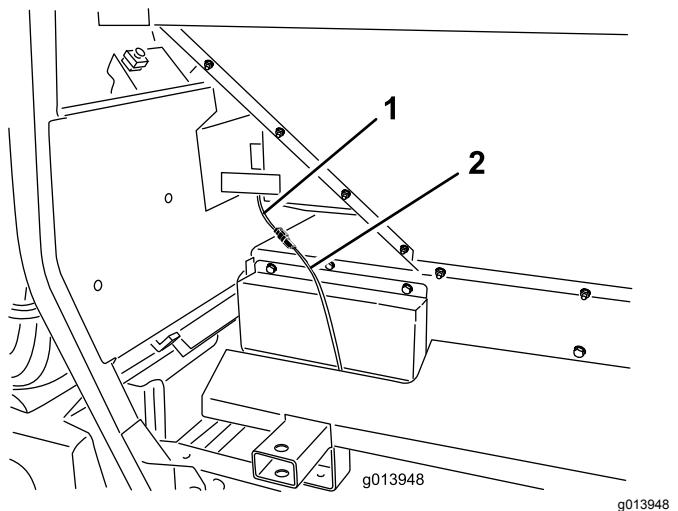
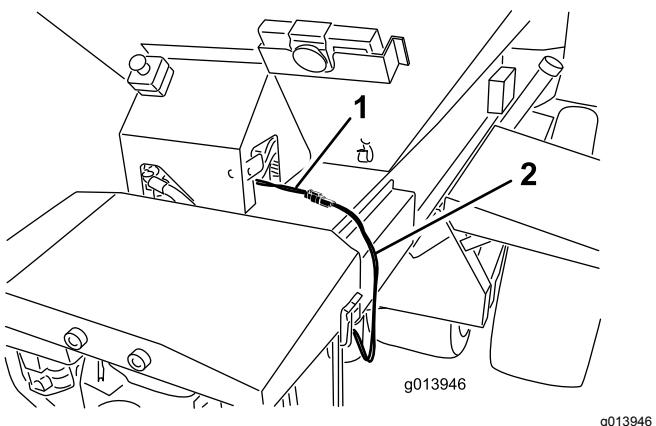

図 19
図 18
46. 中間ワイヤハーネスを、プロパスの電源ハーネスのコネクタに接続する図 18 または図 19。